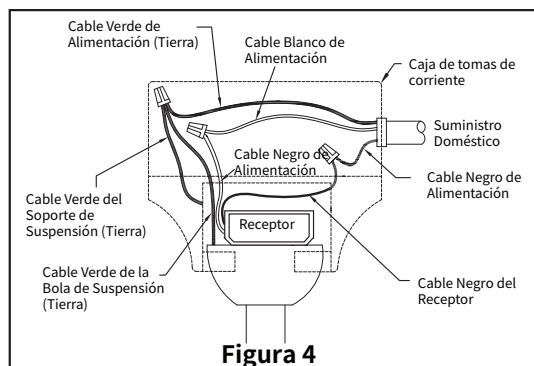

Figura 4
- Inserte la varilla de bajada en su soporte, situado en la parte superior del motor. Instale el pasador de horquilla alineando los orificios del soporte de la varilla de bajada con los orificios de la varilla. Fije el pasador de horquilla con un clip. Apriete los dos tornillos de fijación en el soporte de la varilla de bajada. (Figura 4)
- Levante con cuidado el conjunto y apoye la bola de suspensión del conjunto de la varilla de bajada en el soporte de suspensión fijado a la caja de salida. Asegúrese de que la ranura de la bola de suspensión esté alineada con la solapa del soporte de suspensión. (Figura 4) Este ventilador está diseñado únicamente para las opciones de montaje estándar y en inclinación. Las opciones de montaje en armario y empotrado no están disponibles. Para techos inclinados, tenga en cuenta que el ángulo no puede ser superior a 20°.